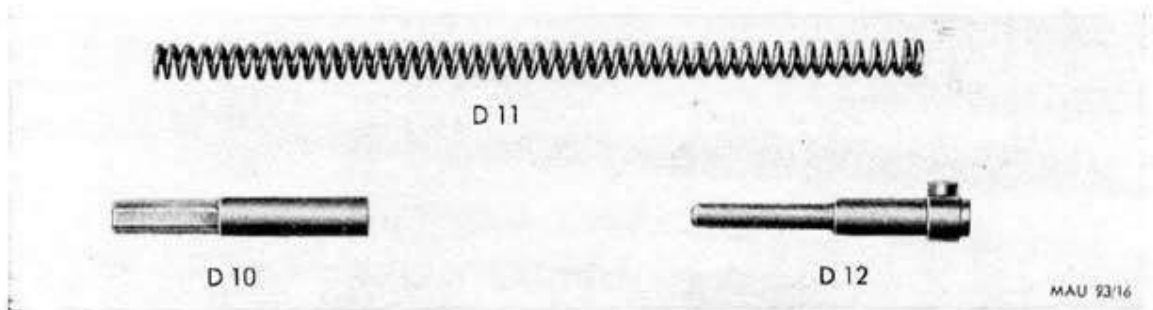

Abb. 16: MG 81; Laufvorholeinrichtung; Einzelteile
- Laufvorholeinrichtung (Abb. 16)
Laufvorholeinrichtung (Abb. 16)